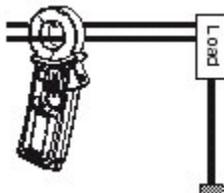

Fig. 4 : Mesure de courant de charge
- (1) Mettez le sélecteur de gamme sur la position souhaitée (le courant à mesurer ne peut pas dépasser la gamme de mesure sélectionnée).
- (2) Mesure de courant de charge (fig. 4).
- (3) Appuyez sur le déclencheur pour ouvrir la mâchoire et refermez-la sur un seul conducteur. La valeur de courant sera affichée.